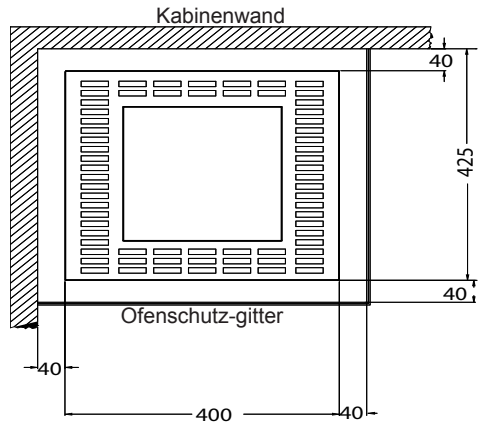

Abb. 1
- Bei der Montage des Saunaofens ist darauf zu achten, dass waagerechte (seitliche) Abstand zwischen Ofen und Kabinenwand mindestens 4 cm beträgt (Abb. 1).